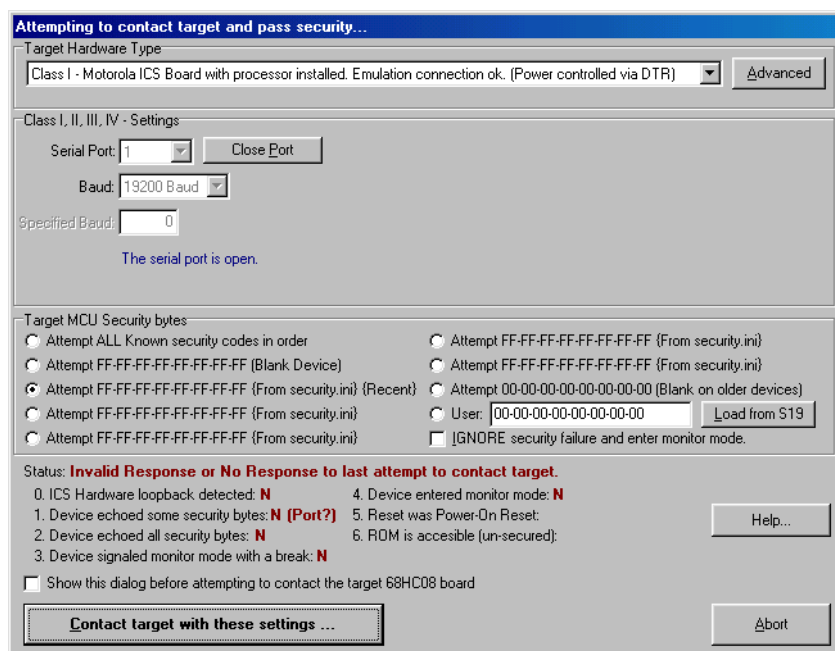

Figura 39 – ICS – Conexão serial e código de segurança
- B. Na primeira vez e/ou sempre que houver algum problema de comunicação, o simulador abrirá uma janela com o conteúdo apresentado na Figura 39. Se não for a primeira vez, e não houver problemas de comunicação o simulador prepara todo o ambiente para iniciar a simulação, sem abrir essa janela.